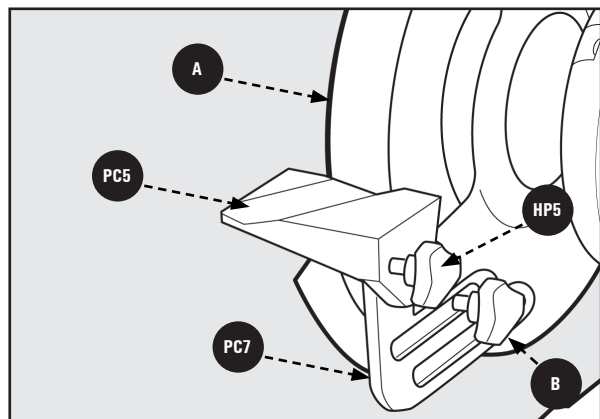

Figura 2
4. Repita los pasos anteriores para el segundo portaherramientas. Véase la Figura 2.